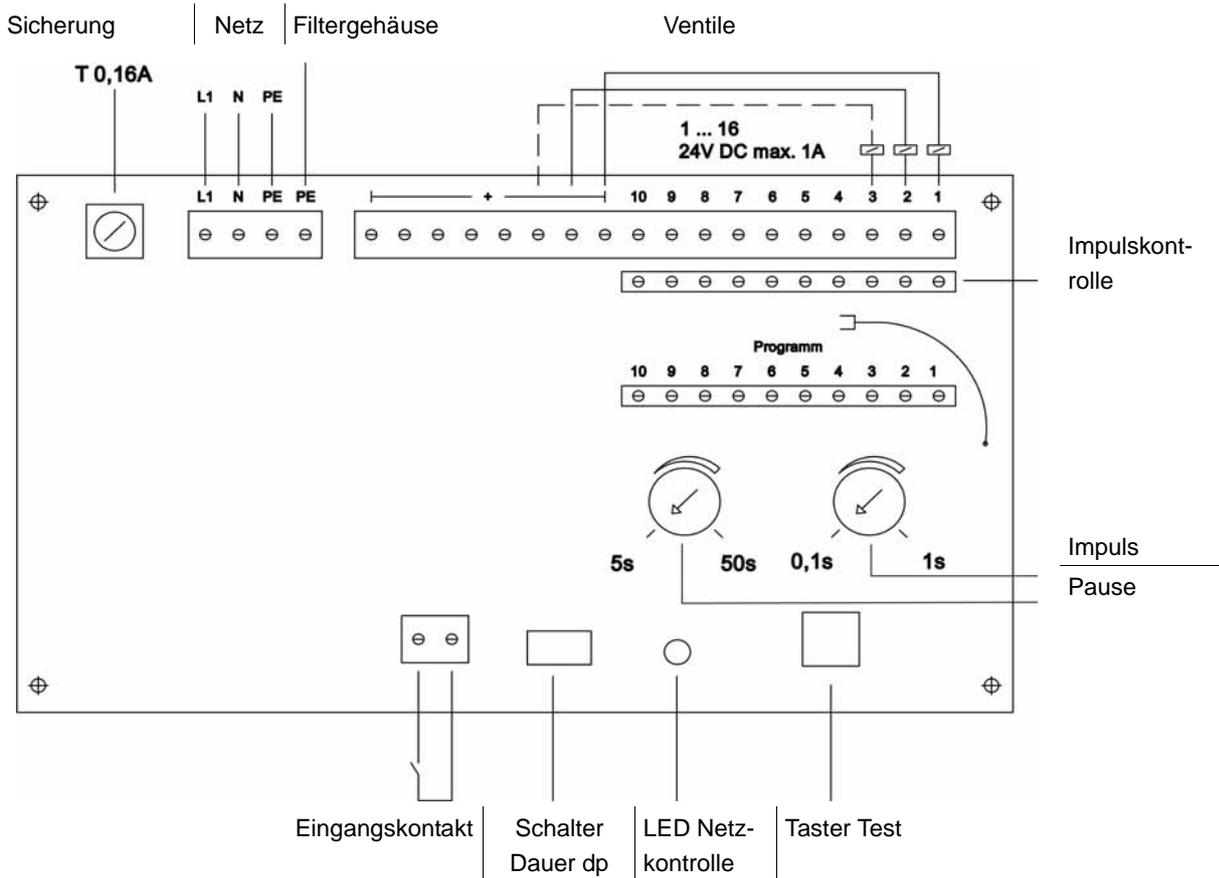

Bild 4-1: Anschlussplan Filtersteuerung VS 10-1
1. Schließen Sie die Steuerung gemäß Anschlussplan (Bild 4-1 und 4-2) an.